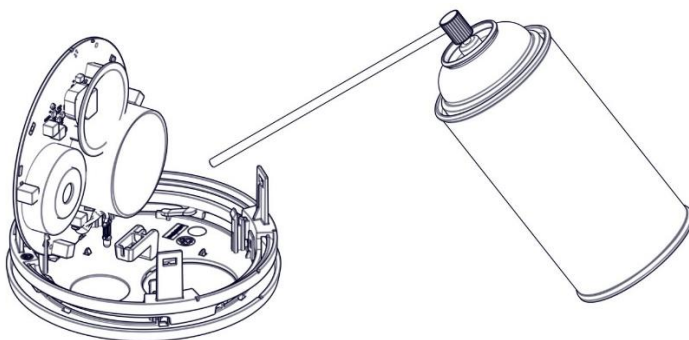

Figure 16
5. Utilisez un dépoussiéreur pour retirer les débris, la poussière et la saleté qui s'accumulent principalement autour de la chambre de combustion (*reportez-vous à la Figure 16*).